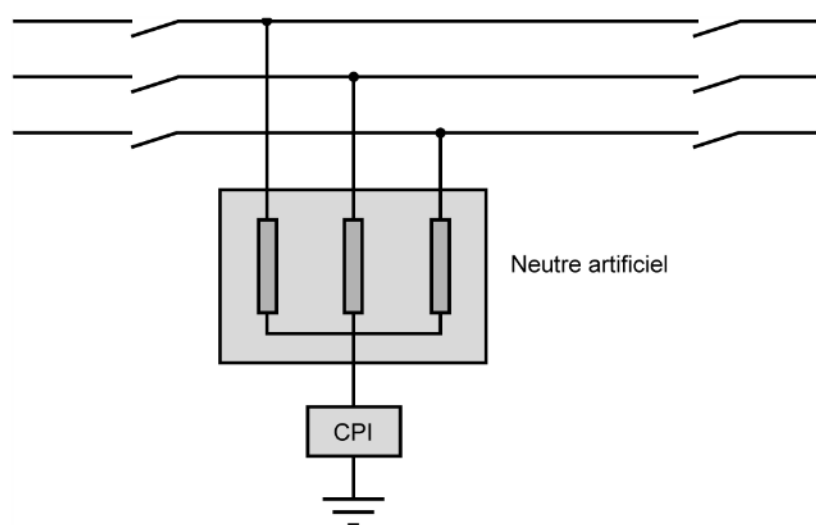

Figure 6.15 – Surveillance d'un réseau hors tension. Utilisation du neutre artificiel.
- Le branchement du CPI après l'interrupteur de couplage de transformateur permet la mesure préventive hors tension du réseau (signal de mesure présent sur les phases et ne nécessitant pas de rebouclage par les enroulements du transformateur, *figure 6.15*).